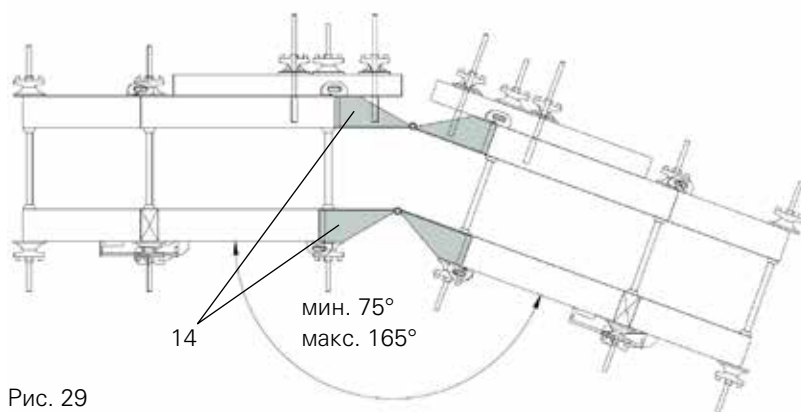

Рис. 29
С помощью шарнирного угла TGE ST (14) можно выполнять углы более 75°. (Рис. 29)